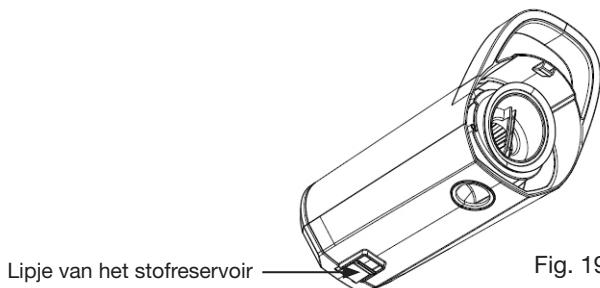

Fig. 19
- Ga boven een prullenbak staan en druk tegen het lipje dat zich op het stofreservoir bevindt (Fig. 19) om het te openen en de inhoud te legen.